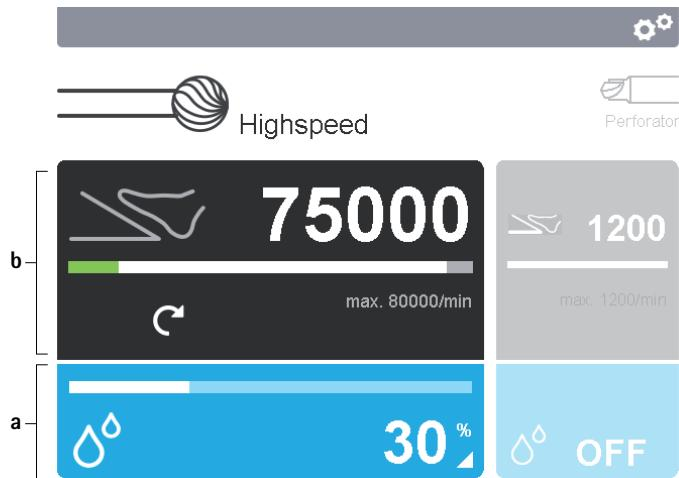

Fig. 5 Attivazione campi di comando
- ▶ Modificare i parametri di impostazione del motore/manipolo: Attivare il campo di comando del motore/manipolo **a** sul display **2**, vedere Fig. 5.